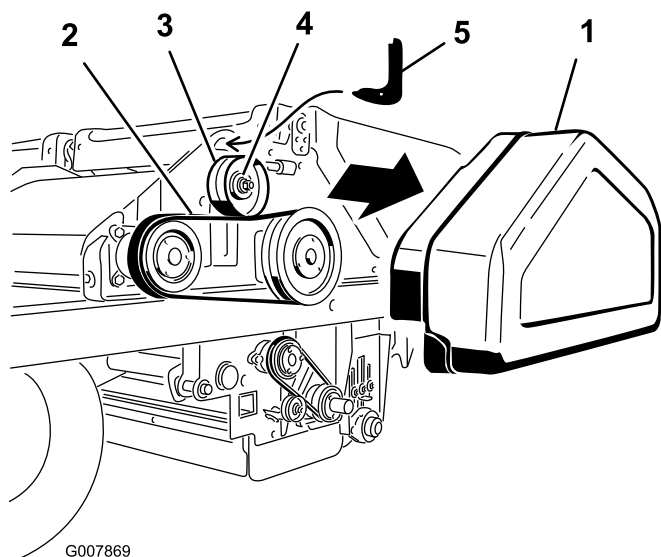

Figura 59
- Retire a cobertura da correia (Figura 59).
- Desaperte a porca na polia intermédia (Figura 59).
- Insira a extremidade do gancho da ferramenta de ajuste da tensão da correia no furo acima da polia intermédia (Figura 59). Apoie a parte inferior curva da ferramenta na polia intermédia.
- Insira uma chave dinamométrica de 1/2 polegada no furo da ferramenta de ajuste da tensão da correia (Figura 59).
- Rode a ferramenta para si até alcançar o torque de 5,7 Nm e, em seguida, mantendo o aperto, aperte a porca da polia intermédia (Figura 59).